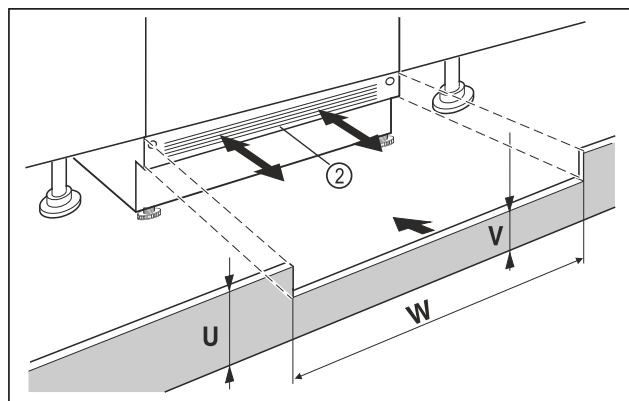

Fig. 40 Représentation à titre d'exemple
- Mettre le panneau de socle de l'appareil Fig. 40 (2) en place sans le fixer.
- Si le panneau de socle est visible Fig. 40 (2), le tirer vers l'avant de sorte à aligner l'avant de la grille d'aération et du panneau de socle du meuble.
- Si le panneau de socle est dissimulé Fig. 40 (2), le pousser entièrement vers l'arrière.
- Veiller à ce que les fentes d'aération soient complètement dégagées : si nécessaire, couper le panneau de socle du meuble Fig. 40 (U) en hauteur !
- Ajuster la hauteur de la traverse Fig. 40 (V) sous le panneau de socle de l'appareil Fig. 40 (2) sur la largeur de la niche Fig. 40 (W).